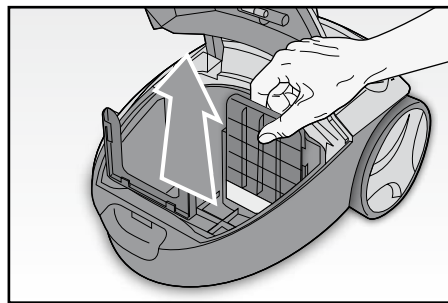

Fig. 9
- Estrarre il filtro (FIG. 9) e scuoterlo con vigore per eliminare polvere e residui. Se è molto sporco, lavarlo con acqua tiepida saponata, risciacquarlo bene e farlo asciugare naturalmente. NON farlo asciugare artificialmente. Per le sostituzioni filtri, contattare un Centro Assistenza.